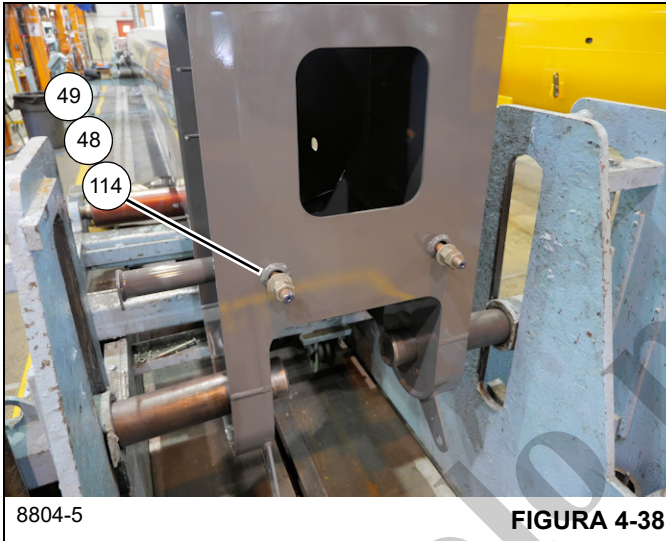

FIGURA 4-38
94. Retire las cuatro tuercas (49) y las dos arandelas (48) de los extremos de los dos cables de retracción de la sección telescópica 4 (114) en la parte delantera de la sección telescópica 4 (5). Retire los dos cables de retracción de la sección telescópica 4 (114) de la parte interior de la sección telescópica 4 (5) (vea la Figura 4-38).